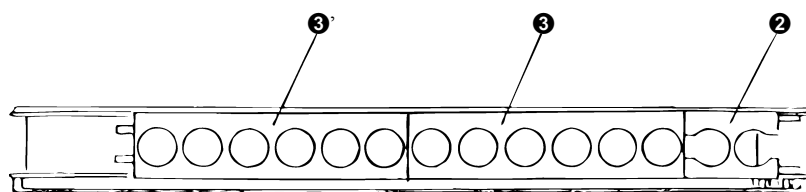

图 2-26
将组装好的 ③、③' 1.5 mL 样品瓶盒和 ② 4 mL 样品瓶盒（溶剂/废液用）卡入长样品架的图 2-26 的位置。出厂时已如图 2-26 所示安装。